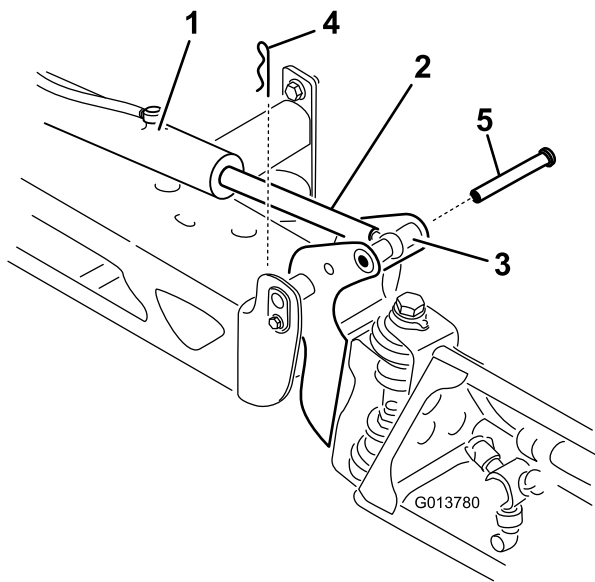

Bild 106
2. Nehmen Sie die Splint vom Lastösenbolzen ab (Bild 106).
3. Heben Sie den Abschnitt an und nehmen Sie den Lastösenbolzen ab, senken Sie den Abschnitt dann langsam auf den Boden ab (Bild 106).
7. Stützen Sie den Sprühabschnitt ab und stecken Sie den Lastösenbolzen durch das Auslegerscharnier und die Aktuatorstange (Bild 106).